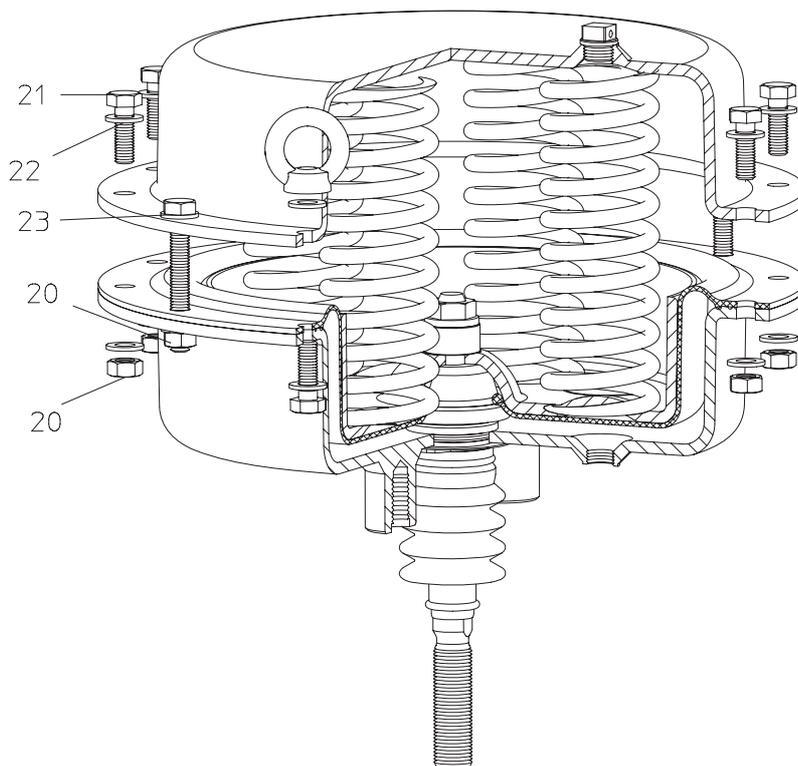

Рис. 20
- Ослабьте винты (21) привода и снимите кожух мембраны (18)..
- В приводах с усиленным предварительным натяжением пружин (см. Рис. 20) в моделях DP32 и DP33 имеются два, а в модели DP34 - четыре длинных винта (23). В последнюю очередь равномерно ослабьте винты, чтобы снизить предварительное натяжение пружин.